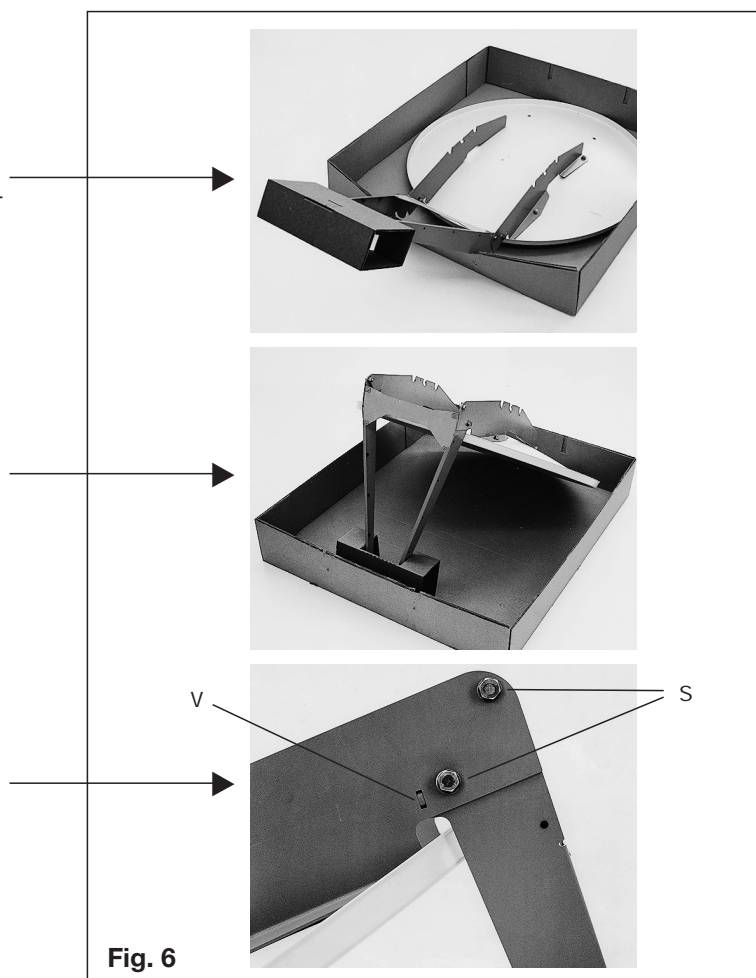

Fig. 6
c) Preparazione dell'antenna (fig. 6)